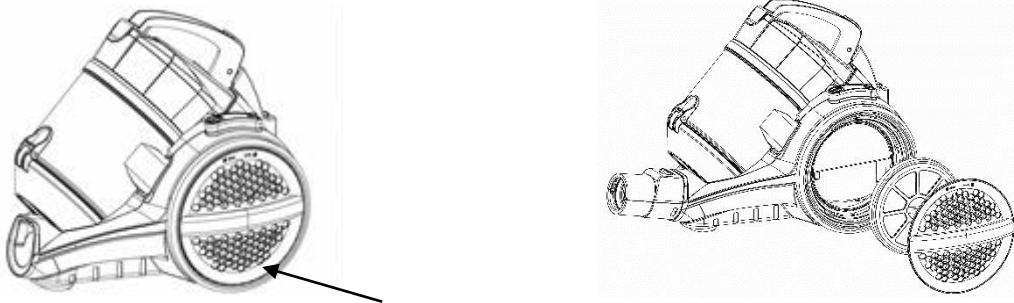

Рис. 10
- Поверните крышку колеса (рис. 10) против часовой стрелки до щелчка, снимите крышку и достаньте фильтр.
- Установите на место воздуховыпускной фильтр (либо замените его на новый) и закройте крышку колеса, вставив ее на место символом разомкнутого замка вверх и повернув ее по часовой стрелке до щелчка (Рис.10).